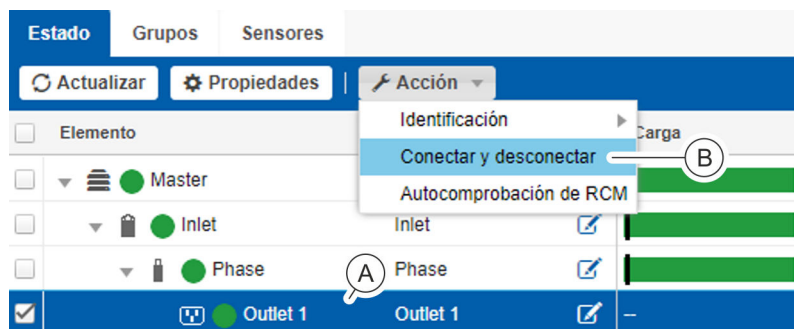

Fig. 101: Menú "Estado" – Pestaña "Estado"
2. ▶ En la pestaña "Estado", seleccione el enchufe hembra o el grupo de enchufes hembra que desee (Fig. 101/A).
3. ▶ A través de "Acción → Conectar y desconectar" (Fig. 101/B), abra la ventana "Conectar y desconectar".